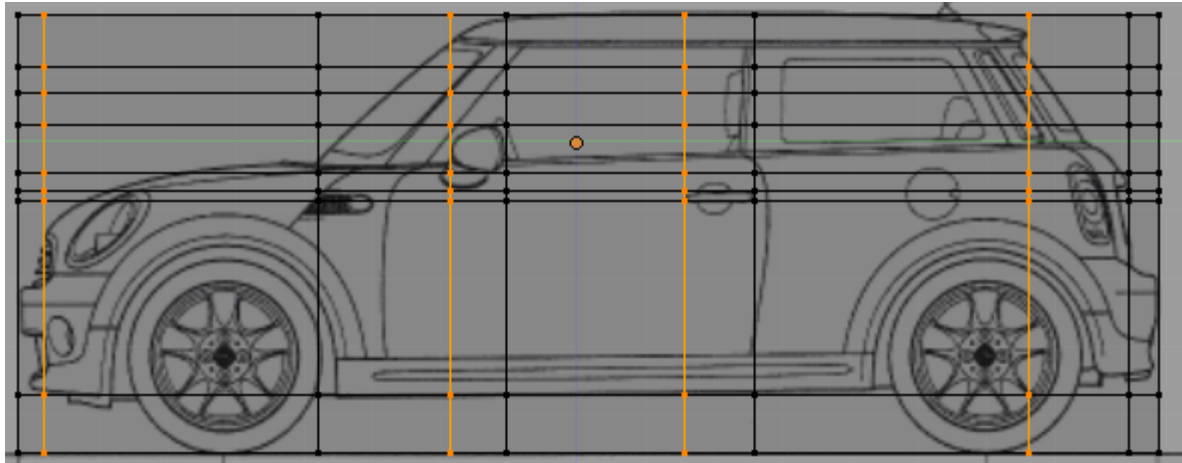

Figura 4.10
27. Crie novos contornos verticais em pontos de referência da imagem que considere relevantes para o tratamento da vista de topo que faremos de seguida, figura 4.10.